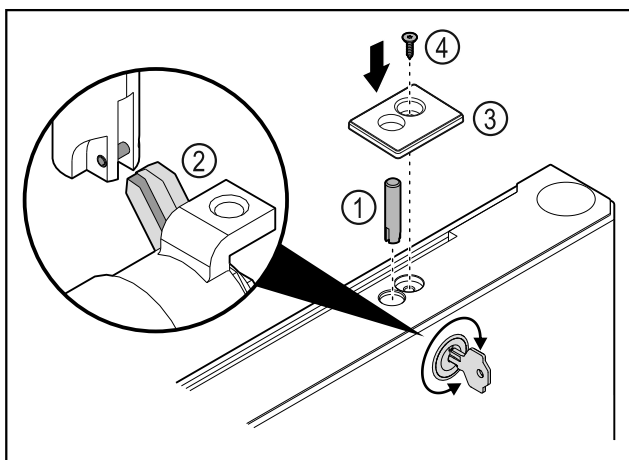

Fig. 47
- Τοποθετήστε τον πείρο της κλειδαριάς Fig. 47 (1).
- Περιστρέψτε ελαφρά την κλειδαριά, για να κουμπώσει ο πείρος της κλειδαριάς Fig. 47 (2) στη σχισμή της κλειδαριάς.
- Τοποθετήστε το κάλυμμα Fig. 47 (3).
- Τοποθετήστε τη βίδα Fig. 47 (4).